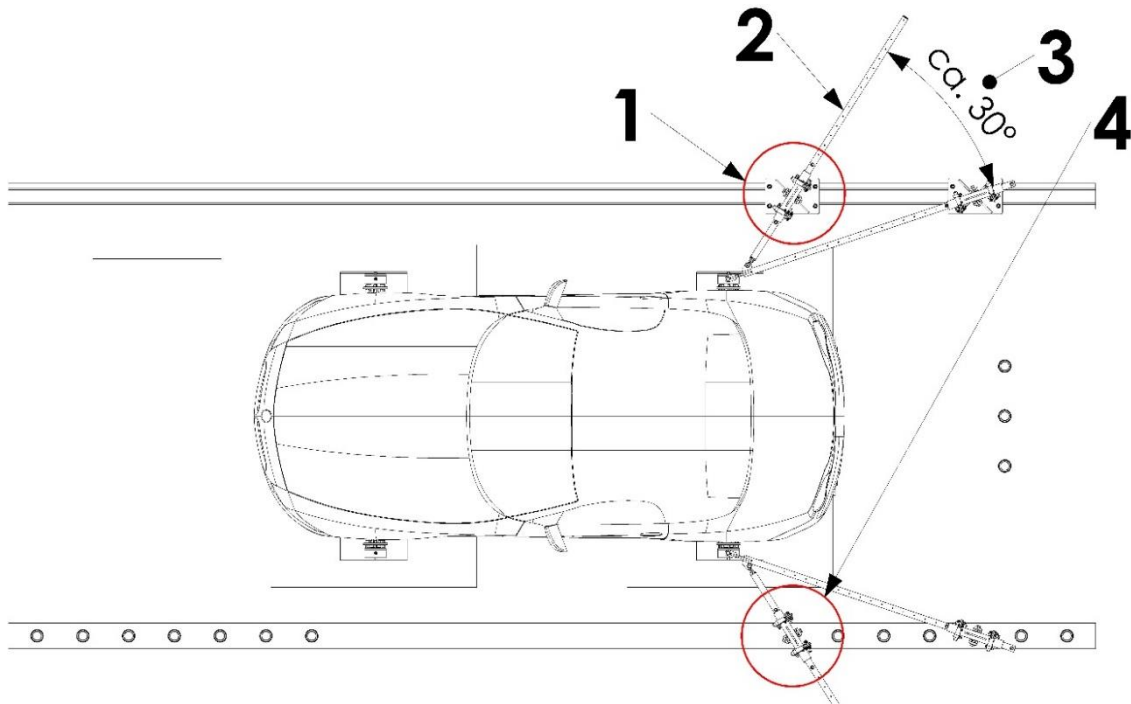

Abbildung 30: Position für zweiten Anker und Diagonalradnaben-Stange
Hinweis	<p>Bedingungen für zweite Ankerposition (Kreis in Abbildung 30):</p> <ul style="list-style-type: none"> • Winkel zwischen Radnaben-Stange und Diagonalradnaben-Stange sollte ungefähr 30° betragen. • Abstand zwischen Anker und Rad: zwischen 1 m und 2 m. • Beidseitig des Klemmrohr (KR) muss Sicherungsstift in Bohrung in Radnaben-Stange passen.